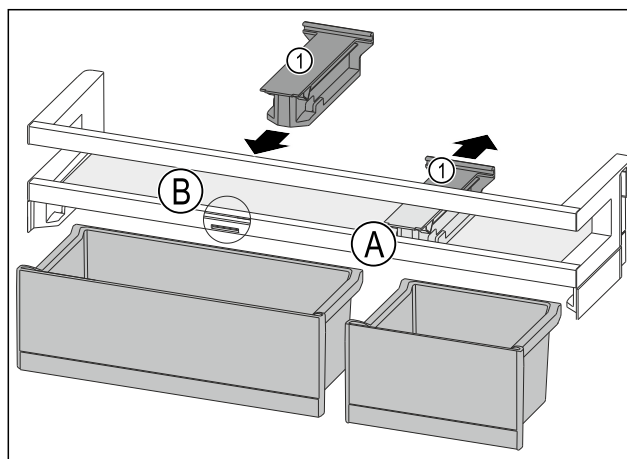

Fig. 83
- Tirare l'elemento di tenuta Fig. 83 (1) all'indietro per portarlo in posizione Fig. 83 (A).
- Inserire l'elemento di tenuta Fig. 83 (1) in posizione Fig. 83 (B).